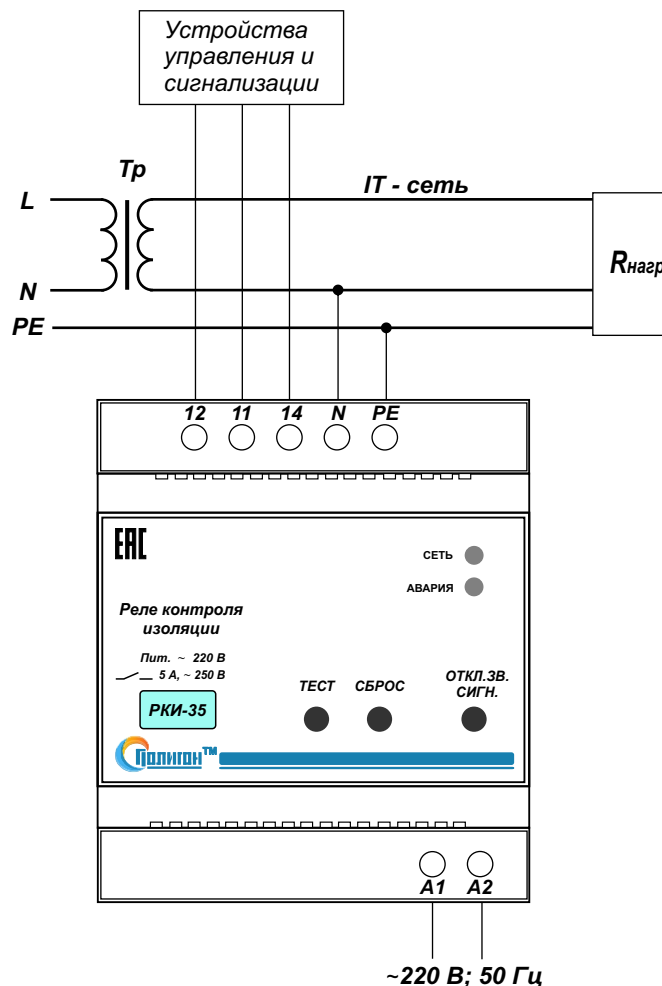

Рис.1. Типовая схема подключения блока РКИ-35.
4.3. Произвести подключение реле контроля изоляции РКИ-35 согласно маркировке (рис.1.): N - нейтраль ; PE -